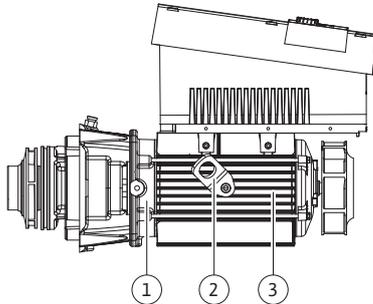

Fig. 13: Set di innesto
Per il montaggio la girante (fig. 6, pos. 6) e la lanterna (fig. 6, pos. 7) fanno parte del set di innesto (Fig. 13).
Gli occhielli di trasporto (fig. 13, pos. 2), vengono rimossi dalla flangia del motore (fig. 13, pos. 1), spostati sul corpo del motore e con le stesse viti fissati di nuovo al corpo del motore (fig. 13, pos. 3).